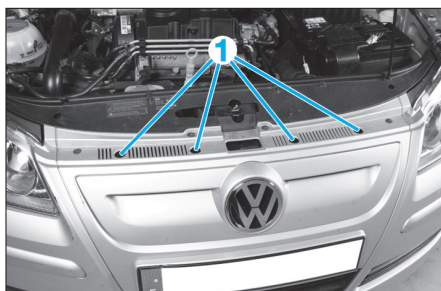

Fig. 1
- Déposer les 4 vis (1) (Fig.1).